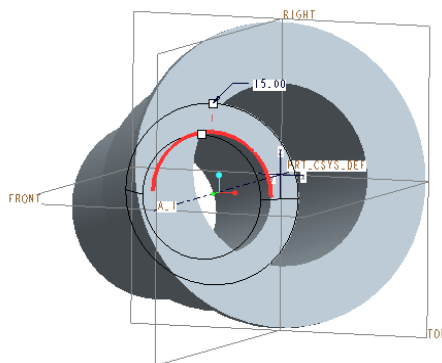

図 3-105 内側エッジの面取りの選択
- 次にモデルを図 3-105 のように回転し、内側の段のエッジを赤くハイライトし「面取り」ツールを使用する。